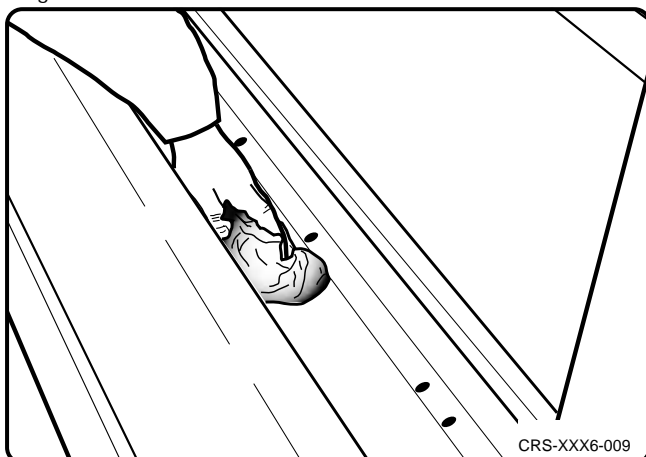

Fig. 4
- Limpiar la gotera de limpieza (véase la fig. 4) con muy poca agua.
- Limpe a calha de limpeza (ver fig. 4) com pouca água.
- De afvoergoot (zie afb. 4) met maar weinig water schoonmaken.